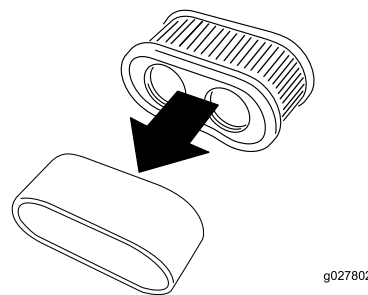

図 37
5. スポンジエレメントとペーパーエレメントを取り外す 図 37。